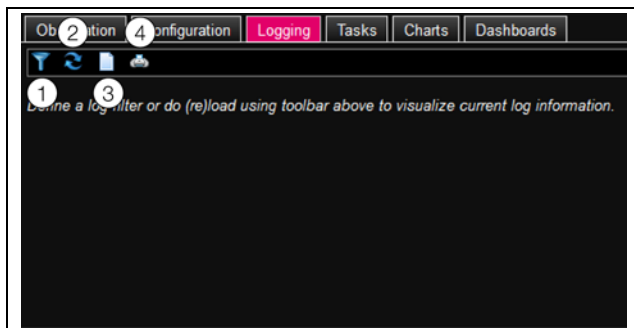

Рис. 36: Вкладка Logging
- Нажмите на первый символ слева (рис. 36, поз. 1).
- Нажмите на второй символ слева (рис. 36, поз. 2). Необходимо немного подождать, прежде чем все события автоматически загрузятся с IoT-интерфейса. После этого отобразится актуальный журнал со всеми событиями.
- Нажмите на четвертый символ слева (рис. 36, поз. 4). Необходимо снова немного подождать, прежде чем все события автоматически загрузятся с IoT-интерфейса. После этого актуальный список со всеми событиями будет отображен в отдельном окне и откроется диалоговое окно печати.
- Нажмите на третий символ слева (рис. 36, поз. 3). Все записи удаляются из экрана и снова появляются указание, при первом выборе вкладки **Logging**.